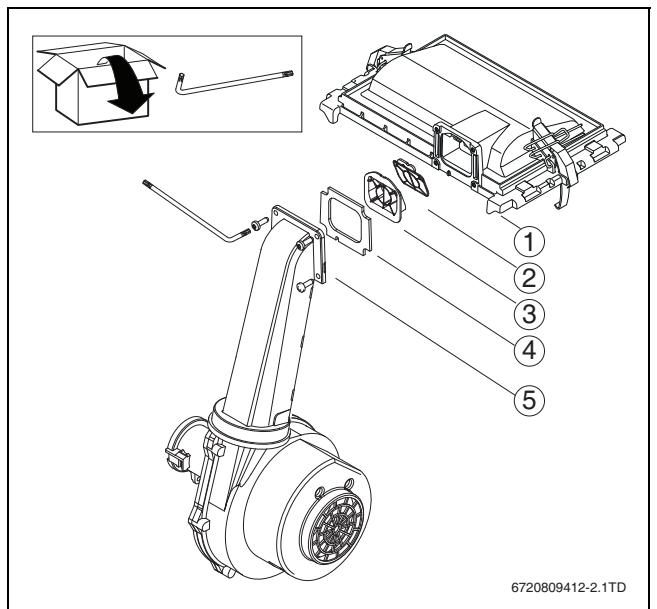

Bild 7 Brennerhaube mit Gas-/Lufteinheit
- ▶ Neues Ventil (→ Bild 7, [2]) in der neuen Brennerhaube [1] einsetzen.
- ▶ Neues Ventilgehäuse (→ Bild 7, [3]) in der neuen Brennerhaube einsetzen.
- ▶ Neue Dichtung (→ Bild 7, [4]) in der Brennerhaube einsetzen.
- ▶ Gas-Luft-Einheit (→ Bild 7, [5]) auf die Brennerhaube (→ Bild 7, [1]) schrauben.